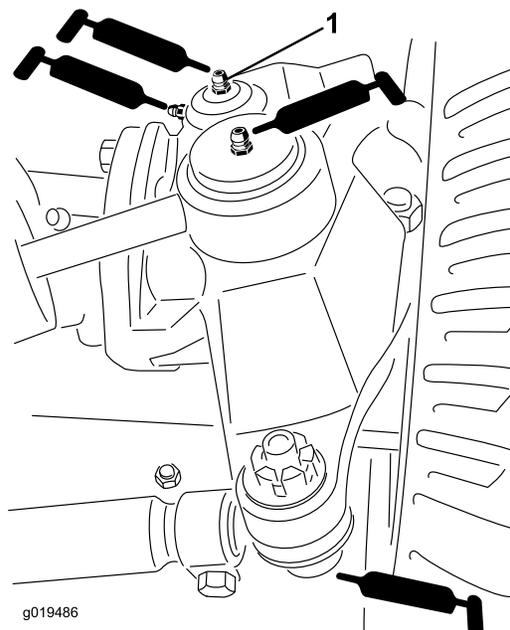

Figura 42
- Barra de ligação do eixo traseiro (2) (Figura 42).
- Rótulas do cilindro de direcção (2) (Figura 42).
- Buchas do pino principal (2) (Figura 42) **O bocal superior do pino principal apenas deverá ser lubrificado uma vez por ano (2 bombas).**